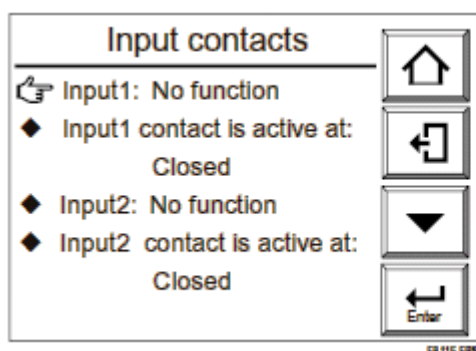

图 8.11 输入触点显示
- (5) 在该显示中选择输入 1。接头出现输入触点显示，如图 8.11。
- (6) 选择校正启动。
- (7) 选择输入 1 “关闭”。然后出现开或关选择显示。
- (8) 选择开。